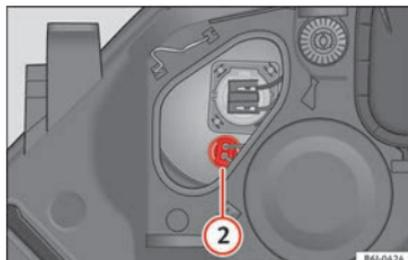

Fig. 181 Luci di posizione
- Estrarre il connettore » fig. 181 ② tirando verso l'esterno.